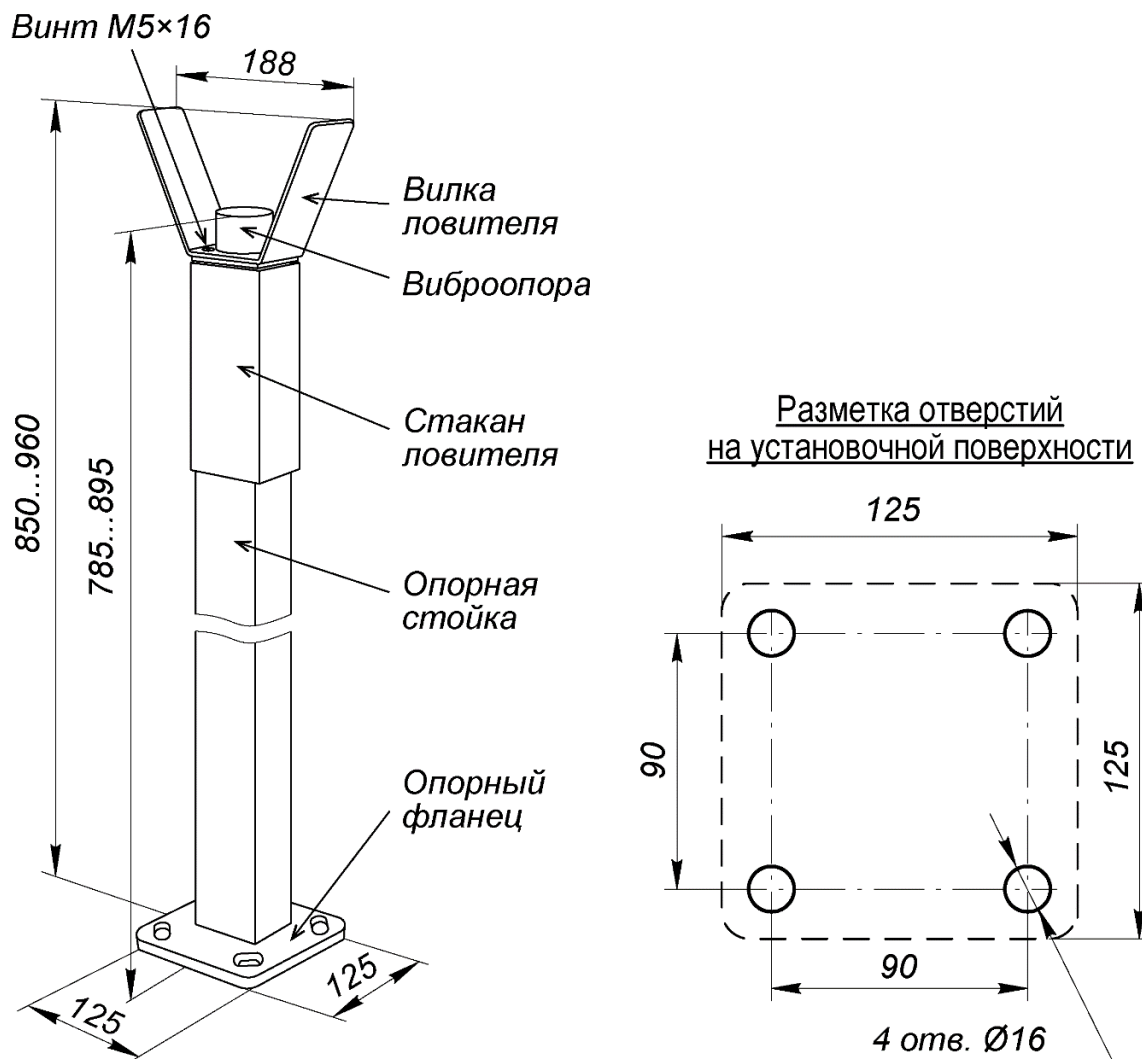

Рисунок 13. Внешний вид опорной стойки с ловителем стрелы **PERCo-GBS1**
Опорная стойка **PERCo-GBS1** состоит из стойки прямоугольного сечения с опорным фланцем и ловителя стрелы (см. рис. 13).
1. Выполните в установочной поверхности отверстия в соответствии с разметкой (рис. 13). Ось опорной стойки должна совпадать с продольной осью стрелы шлагбаума (обращаем внимание, не с осью стойки шлагбаума!, см. рис. 7). Размер отверстий на схеме указан для анкеров типа PFG IH10 («SORMAT»), при использовании других типов анкеров необходимо выполнять отверстия соответствующих им диаметра и глубины.